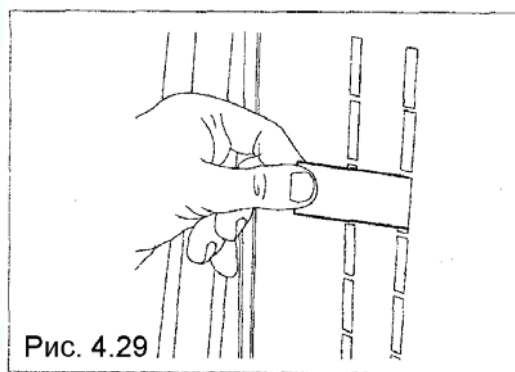

Рис. 4.29
- Вставьте этикетки в порядке, соответствующем вариантам выбора, используемым на торговом автомате (рис. 4.29).